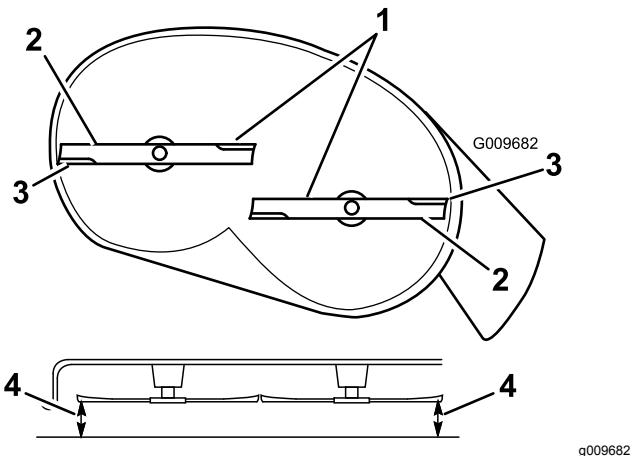

Figura 50
5. Mida entre los bordes de corte exteriores y la superficie plana (Figura 50).